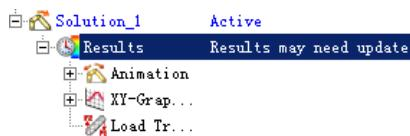
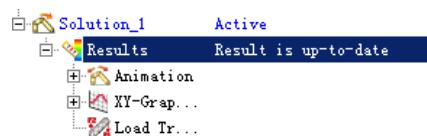

图 2.7.4 解算方案未更新
图 2.7.5 解算方案已更新
- 在“Solution\_1”节点上右击，在快捷菜单中选择“解算方案属性...”命令（或者双击“Solution\_1”节点），可以在系统弹出的“解算方案”对话框中编辑当前的解算方案。一旦对解算方案进行了修改，则需要对该方案进行重新求解，才能得到最新的分析结果。系统会对未求解的解算方案在“Results”节点下提示“Results may need update”，如图 2.7.4 所示，求解后更新的“Results”节点如图 2.7.5 所示。